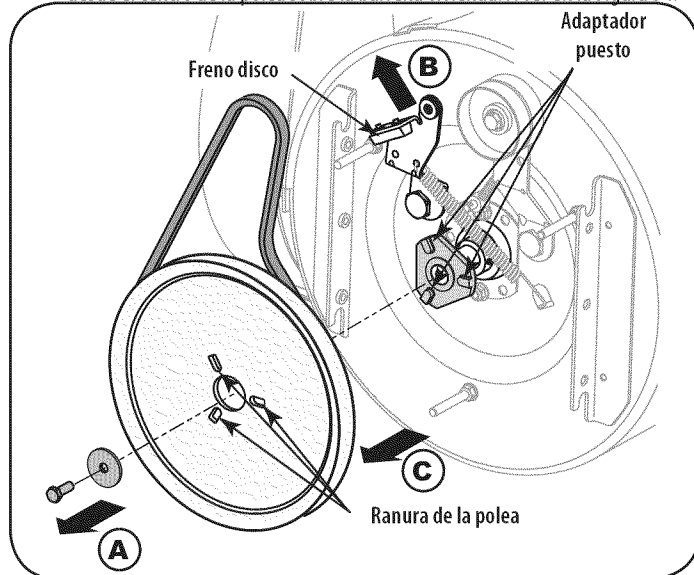

Figura 34
5. Bloquear el impulsor con un pedazo de madera para evitar que el hilado y el uso de una 1 / 2" para quitar la llave hexagonal de tornillo y arandela plana desde el centro de la polea sobre la barra vivienda. A ver en la Figura 34.
6. Levante el soporte de montaje de freno de la polea ranura (B) y deslice la polea asamblea fuera de los puestos de la polea del adaptador de barra (C) para eliminar el antiguo cinturón. Consulte la Figura 34.
- Si bien la alineación de la polea las franjas horarias y adaptador de puestos, empuje la barrena polea plenamente en el adaptador. Consulte la Figura 34. Asegúrese de que el freno de disco de freno soporte de montaje y se alinea completamente asentada en la ranura de la polea.
NOTA: Si el adaptador de la polea se eliminó con la polea, se suman los splines adaptador de la polea del eje de entrada y barrena, y empuje de la polea y el adaptador en el árbol. Consulte la Figura 34.